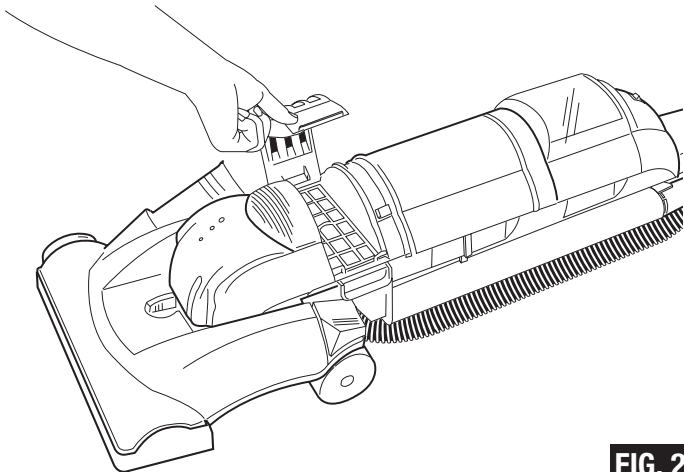

FIG. 27
Step 2: Remove bottom filter cover and filter (FIG. 27 & 28).
Étape 2 : Enlever le couvercle du filtre du bas et le filtre (FIG. 27, 28).
Paso 2: Quite la tapa del filtro y el filtro de abajo (FIG. 27, 28).